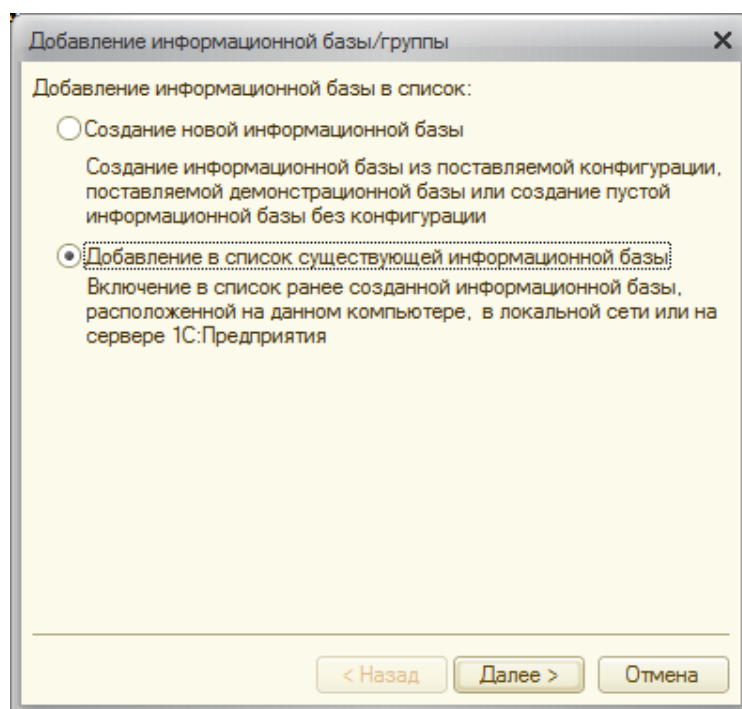

Рисунок 1.3- Добавление новой информационной базы
2.3 Появится окно, которое устроено по принципу пошагового мастера, задающего вопросы пользователю для достижения некоторой цели. Первым вопросом здесь будет выбор между созданием новой информационной базы и добавлением существующей, Рисунок 1.3.